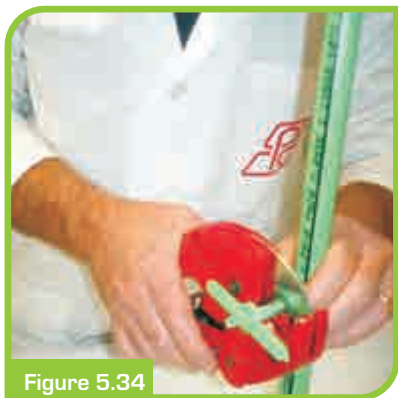

Figure 5.34
- дать сварному шву остыть и вырезать заплату, выступающую из трубы (рис. 5.34).